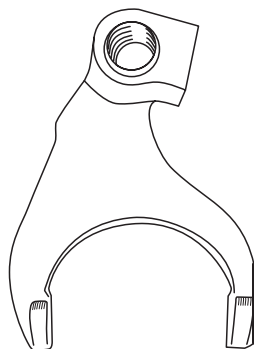

Рис. 15
12. Доработайте вилку переключения шестерни промвала (включение переднего моста), которая при включении переднего моста будет упираться в вал заднего моста. Доработку произведите согласно **Рис. 15** (по месту).